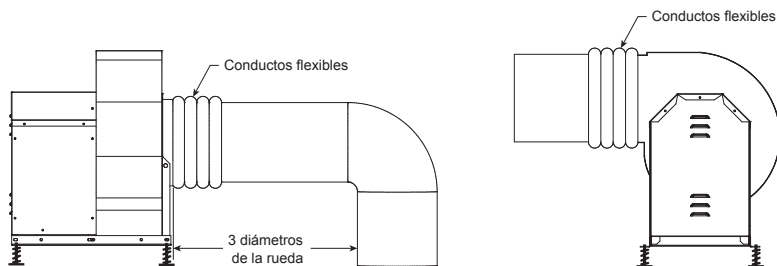

Figura 2
4. Acople el conducto de entrada al collar de entrada del ventilador. Consulte nuevamente la Figura 2 para conocer las alturas mínimas de los conductos y de la salida del ventilador.